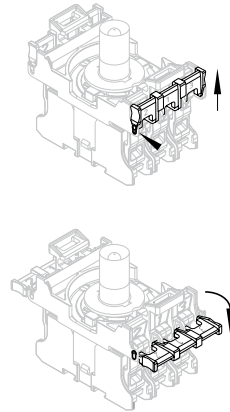

図 15
2. 接点キャリアを取り外し、接点ラグを開きます(図15参照):